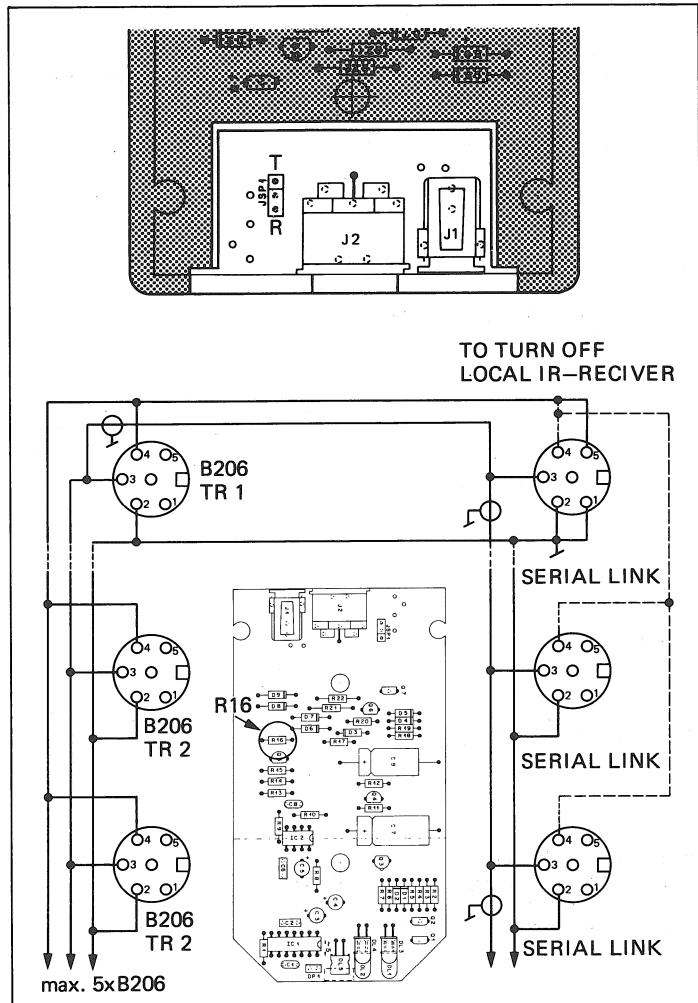

Fig.4.1
2. DIN-Stecker für den B206 - Transceiver und die SERIAL LINK-Buchse nach Fig.4.1 verdrahten.
* Bei allen Geräten mit SERIAL LINK kann der geräteinterne IR-Empfänger ausgeschaltet werden. (Im Stecker Pin4 mit Pin5, sowie Pin1 mit Pin2 verbinden. Vorsicht bei parallel geschalteten Geräten: siehe Fig. 4.1).